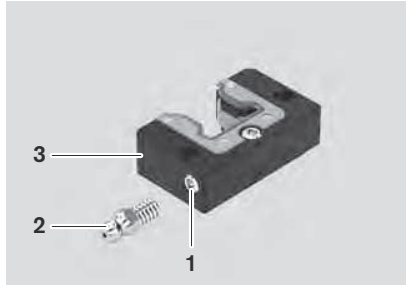

图 1
- 从润滑孔上拆下螺塞 (图 1, 件号 1), 并保管好。
- 旋入润滑嘴 (2)。
- 将前置润滑单元 (3) 平放, 根据表 2 给出的数量注入润滑油, 然后静置约 36 个小时。
- 根据曲线图 1, 当达到补充润滑周期后, 则必须根据表 2 给出的油量, 加注润滑剂。
曲线图 1